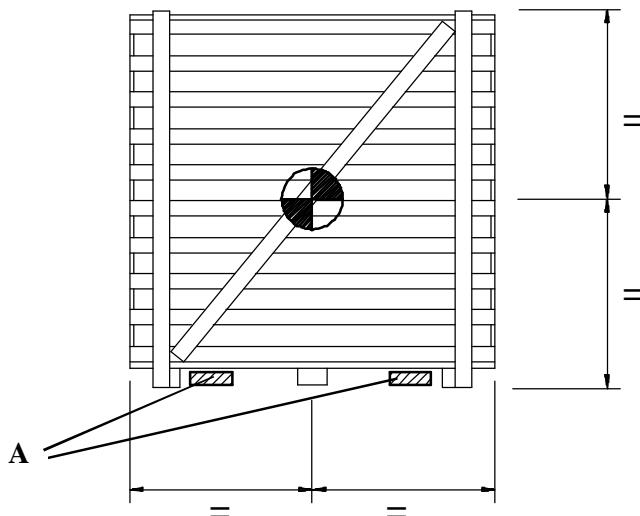

fig. 1
The center of gravity for all models is equidistant of the sides, top and lower of the crate (*fig. 1*).
El centro de gravedad de todos los modelos es equidistante de los laterales del embalaje y de las caras superior e inferior. (*fig. 1*)
Le centre de gravité de tous les modèles est équidistant des carters de l'emballage et des côtés supérieur et inférieur (*fig. 1*)
To move the machine when crated (*fig. 1*), use best a pallet truck, placing the forks (A) between the crating base and the floor, use the maximum width permitted by the crating.
El transporte de la máquina con embalaje (*fig. 1*) se realizará, preferentemente, mediante cárretillas elevadoras, introduciendo las palas (A) en el espacio que existe entre la base del embalaje
Le déplacement de la machine avec emballage (*fig. 1*), sera effectué, préféablement, par des chariots élévateurs, on introduira les fourches (A) dans l'espace qu'il y a entre la base de